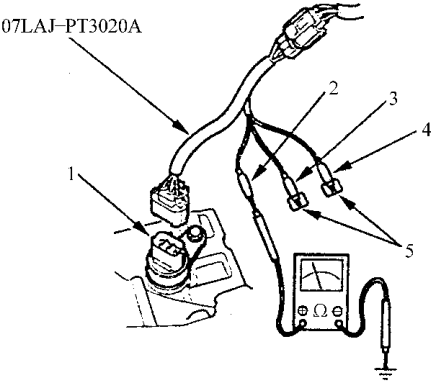

图 12-40 测试线束接导通
- 2) 如图 12-40 所示，仅把测试线束连接到发动机线束上。